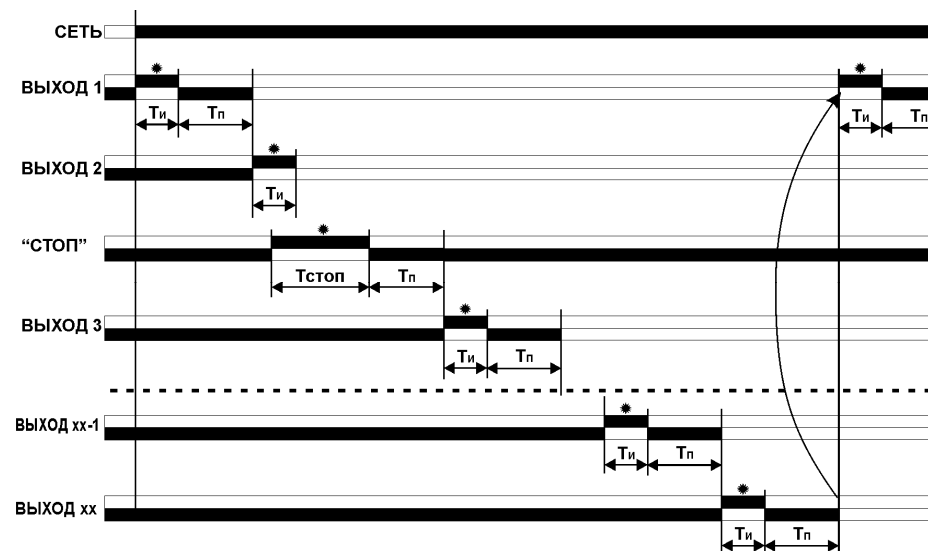

Рис.1. Временная диаграмма работы контроллера. Расположение импульса управляющей команды «СТОП» между выходом 2 и выходом 3 – условно.
**СЕТЬ** – сигнализирует о том, что контроллер находится во включенном состоянии; **ЦЕПЬ № xx** – сигнализирует о срабатывании выходного каскада с номером «xx»; **Uв** – наличие напряжения от внешнего источника; «П» - импульс; «|\_» - пауза. Временная диаграмма работы контроллера приведена на рис.1. Габаритные и установочные размеры контроллера приведены на рис.2.